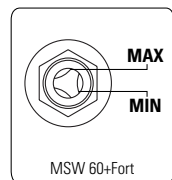

FIGURA 8.7
1. Verifique el nivel de aceite (Figura 8.7) (Para compresores lubricados).
Aceite lubricante (1) (producto MSW 60+Fort) (Figura 8.7)